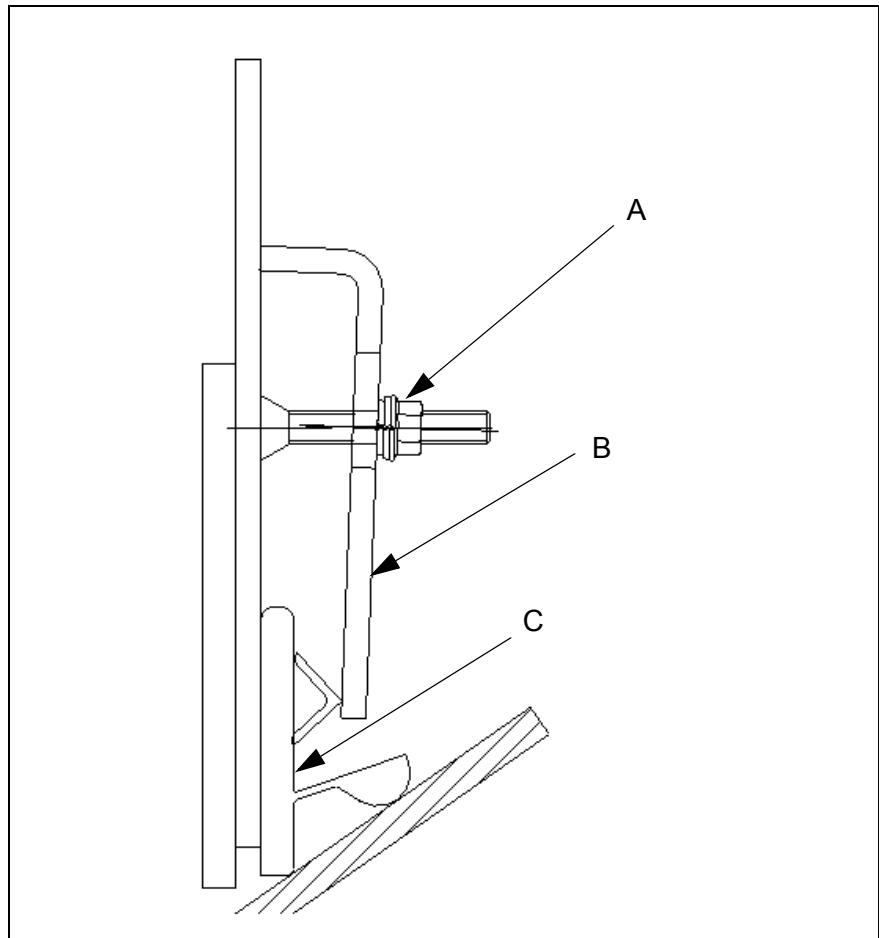

Abb. 6: MARTIN® APRON SEAL™ Seitenabdichtungssystem
1. Die Muttern an allen Winkelklemmen lösen (A, Abb. 6).
2. Winkelklemmen entfernen (B, Abb. 6).
3. MARTIN® APRON SEAL™ Seitenabdichtungssystem entnehmen (C, Abb. 6).